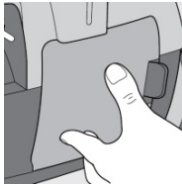

Рис. 51
4. Помісіть фільтр назад в пиłosос (рис. 51).